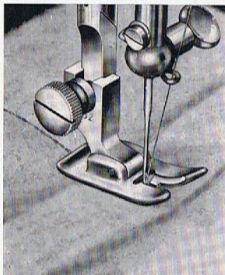

Abbildung 14
1. Einfache Geradnaht (Abb. 14)